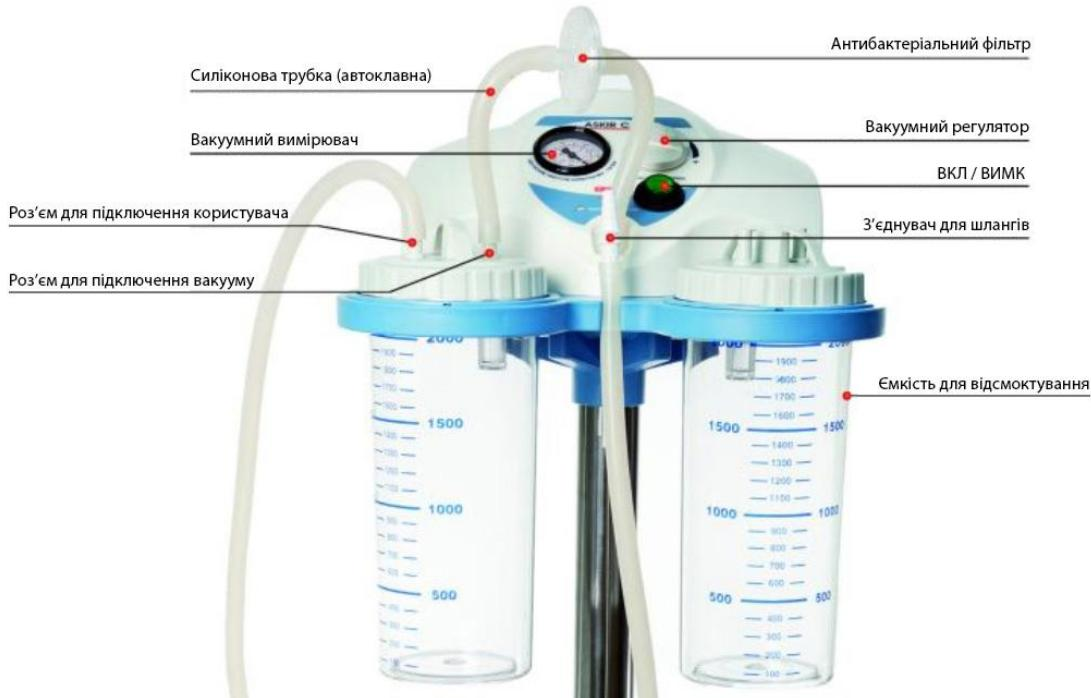

Рис. 1
- ⇒ Підключіть трубку користувача до відповідного роз'єму (див. рис. 1).